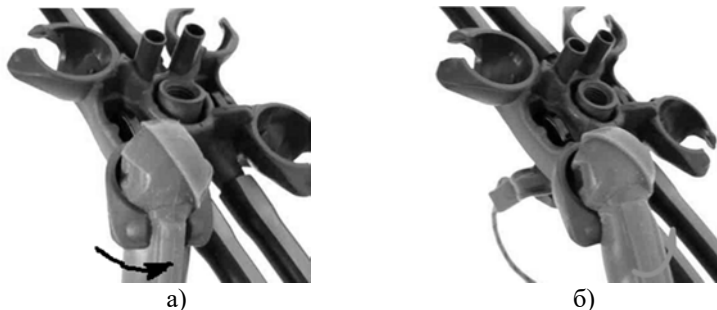

Рисунок 3.14 – Поворот и снятие шланга молочного стакана
- Для демонтажа поверните шланг молочного стакана на 90 градусов (рис. 3.14а).
Выверните шланг доильного стакана из зажима (рис. 3.14б).